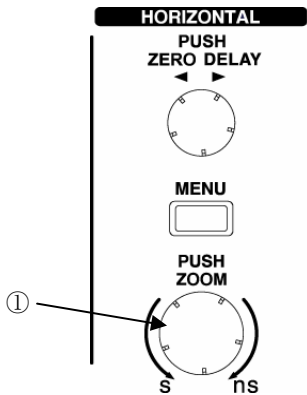
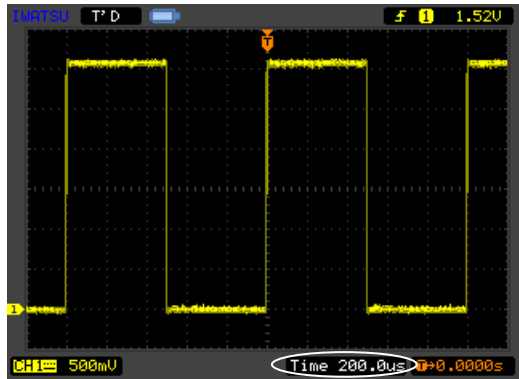

図 2.27 キー、ノブのレイアウト
図 2.28 CAL 信号波形測定例 6
前ページの図 2.26 CAL 信号波形測定例 5 で水平軸レンジを変えてみましょう。水平軸に関連したキー、ノブを図 2.27 に示します。
- ① 図 2.27 の [TIME/DIV] ノブを時計回りに 1 クリック回します。画面右下の水平軸レンジが $200 \mu\text{s}/\text{div}$ に、表示波形は図 2.28 のようになります。